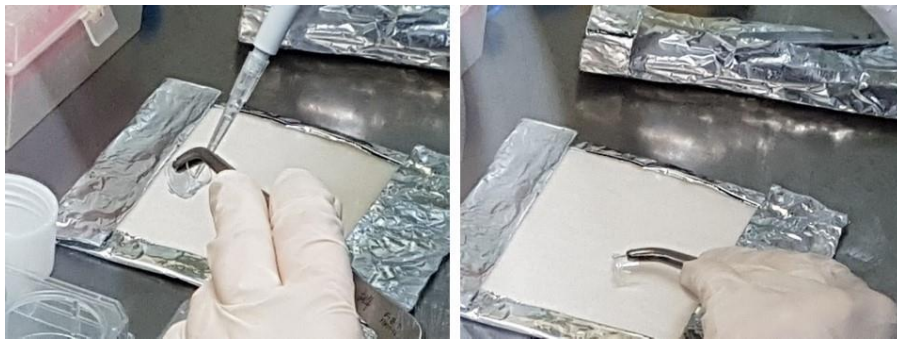

Figure 9. 잔여 물질 제거
- 5) 조직을 포셉으로 잡고 micropipette으로 내부의 DPBS를 제거하고, 멸균된 거즈에 잔여 물질을 흡수시켜 외부의 DPBS를 제거한다 (Fig. 9).
- 6) 포셉으로 조직을 잡고 micropipette으로 조직 내부의 DPBS를 제거하고, 멸균된 거즈에 잔여 물질을 흡수시켜 조직 외부의 DPBS를 제거한다 (Fig. 9).